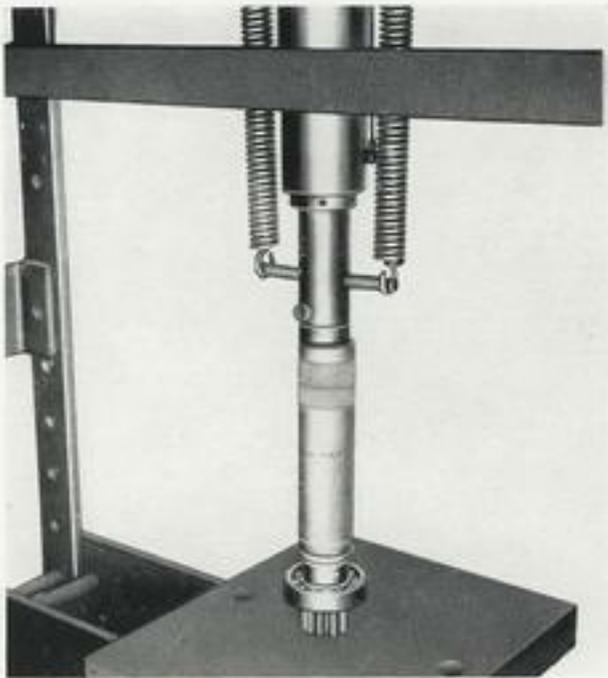

Fig. 22
- Monter le cône du roulement extérieur (19, fig. 10) à l'aide du manchon MIPU et du manche MIGA (voir fig. 22). Placer l'entretoise (15, fig. 10).